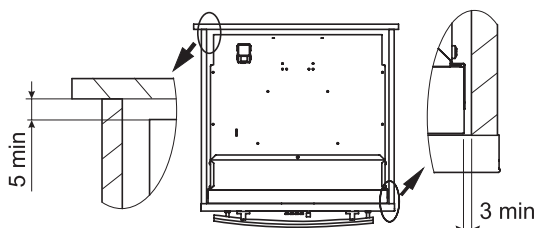

рис. 3
- Минимальные размеры между различными частями электрошкафа и окружающими его частями предметов обстановки показаны на рис. 3.